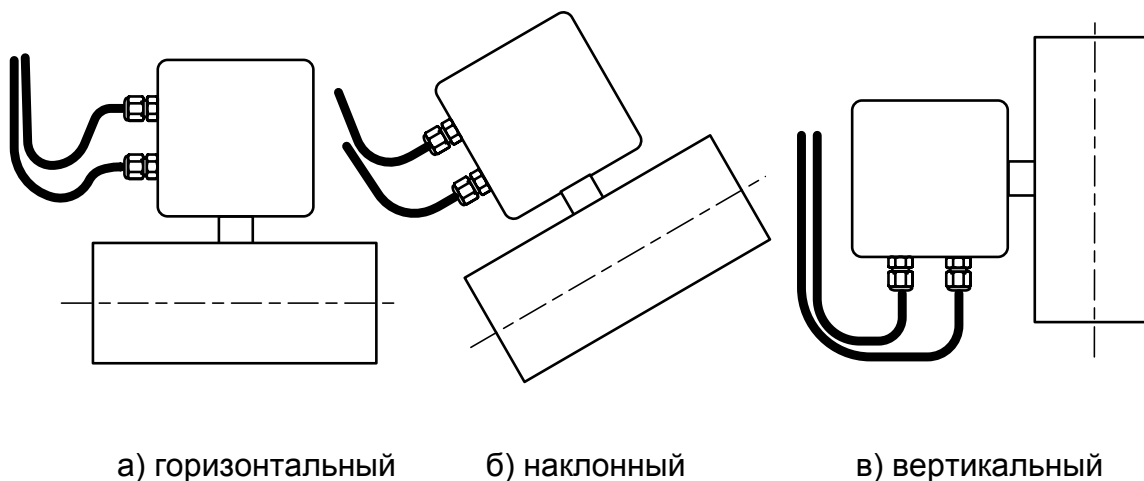

Рис.3. Положение кабелей на входе в гермовводы при монтаже ЭМР в трубопровод.
- при монтаже расходомера в наклонный или вертикальный трубопровод устанавливать измерительный блок гермовводами вниз (рис.3);
При использовании кабелей плоского сечения типа ШВВП для исключения возможности попадания влаги внутрь измерительного блока через гермовводы необходимо подключить кабели с образованием ниспадающей U-образной петли в вертикальной плоскости (рис.3).